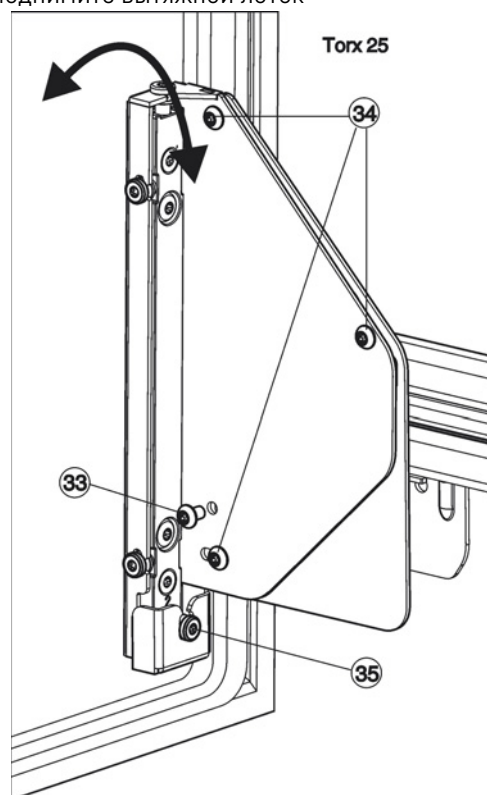

Fig. 26
- Полностью выкрутите винт Fig. 26 (33).
- ▷ Винт Fig. 26 (33) можно утилизировать, он больше не понадобится.
- Отпустите винты Fig. 26 (34) только на 1-2 оборота.
- Вращайте регулировочный винт Fig. 26 (35). По часовой стрелке: дверь вверх отклоняется от корпуса устройства. Против часовой стрелки: дверь вверх приближается к корпусу устройства, а внизу отходит от него.
- После окончания регулировки наклона снова прочно затяните все винты Fig. 26 [34].